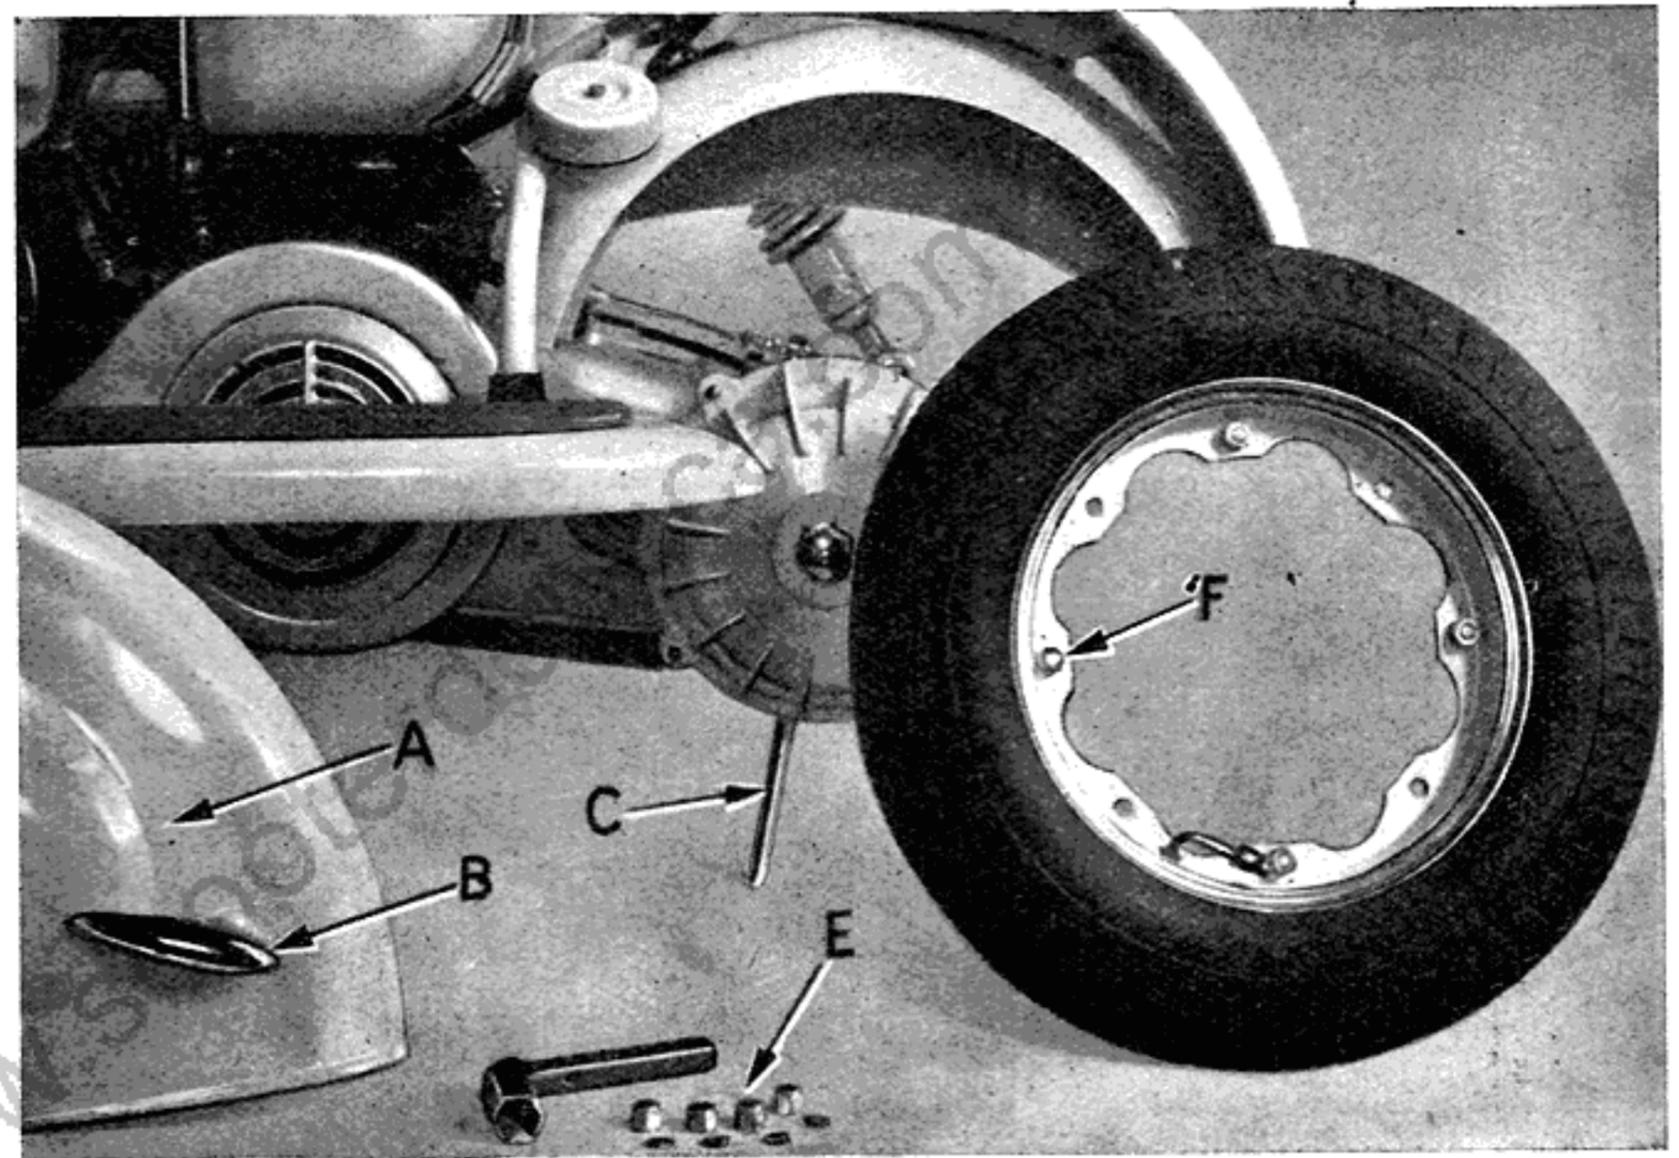

Fig. 6
Per smontare la ruota posteriore (V. fig. 6), occorre prima togliere la fiancata sinistra (A) della carenatura allentando il relativo gancio (B), poi infilare nell'apposita orecchietta situata sulla parete inferiore dell'estremità del brac-